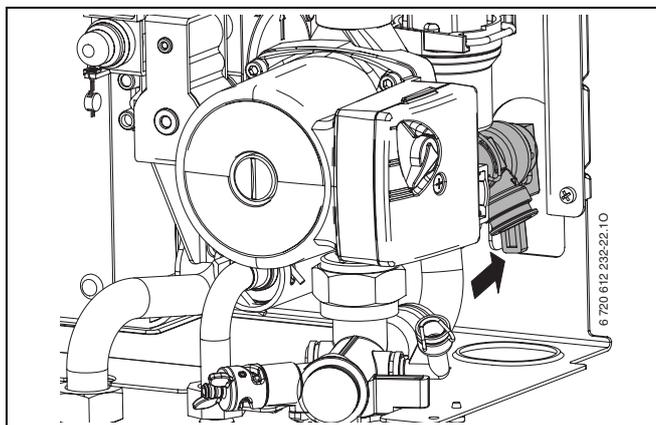

Fig. 64 Valvola di sicurezza riscaldamento)
- ▶ Inserire la lamiera, nell'apertura laterale del rompi tiraggio (vedere fig. 64).